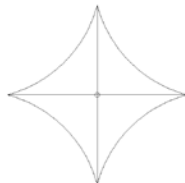

图 15.148 删除外圆
(6) 执行删除命令, 将半径为 4000 的外圆删除, 如图 15.148 所示。